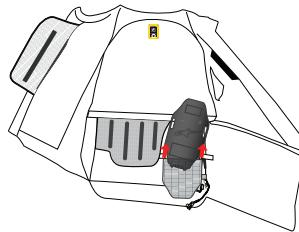

図13
3. 固定用の2つのフックとループのパッチを開いて、ポケットからインフレータハウジング(4)を取り除きます（図13）。